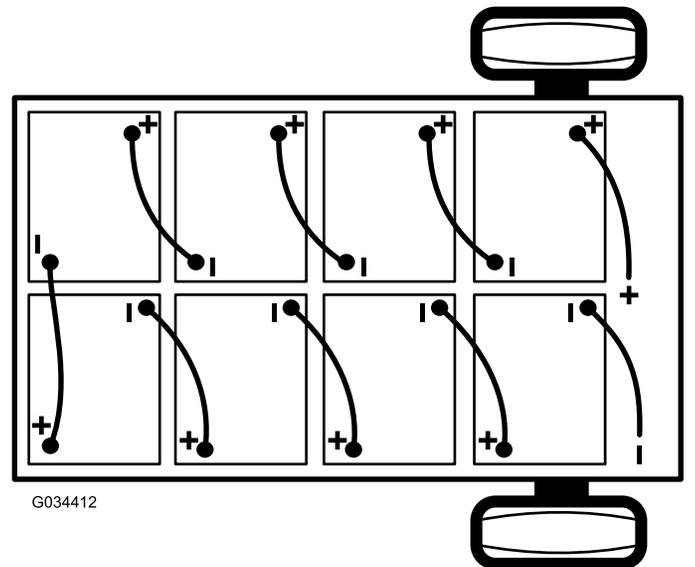

Bild 41
2. Schließen Sie das Hauptminuskabel (schwarz) ab, mit dem die Batterien an der Erdungsstelle der Maschine angeschlossen sind (Bild 41).
3. Schließen Sie das Hauptpluskabel (rot) der Batterie ab, mit dem die Bank der Batterien am Hauptanschluss der Maschine angeschlossen ist (Bild 41).
Hinweis: Achten Sie auf die Batteriepolareität, wenn Sie neue Batterien einsetzen (Bild 41).
6. Schließen Sie die Batterien mit den Batterieverbindungskabeln, die Sie in Schritt 1 entfernt haben, zusammen, wie in Bild 41 abgebildet.
2. Schließen Sie das Hauptpluskabel (rot) der Batterie zwischen der Bank der Batterien und der Maschine an (Bild 41).
3. Schließen Sie das Hauptminuskabel (schwarz) zwischen den Batterien und der Maschine an (Bild 41).